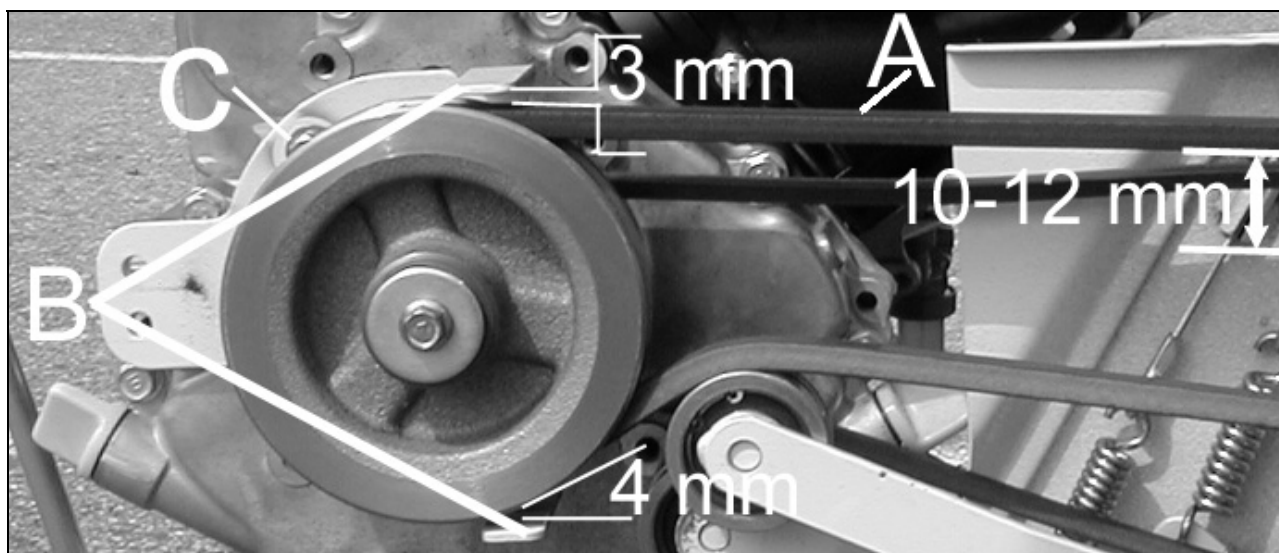

Figura 22
- Premere la cinghia con il dito in posizione mediana tra le 2 pulegge (A, Figura 22): la cinghia deve flettere di circa 10 ~ 12 mm. In caso contrario, registrare la tensione della cinghia.